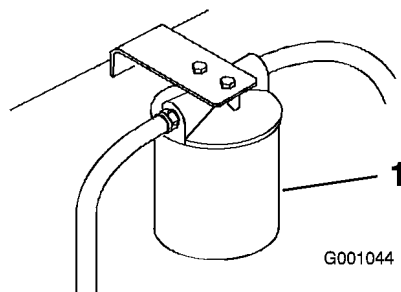

Figura 61
3. Coloque un recipiente bajo el filtro, retire el filtro usado y limpie con un paño la superficie de la junta del adaptador del filtro (Figura 61).